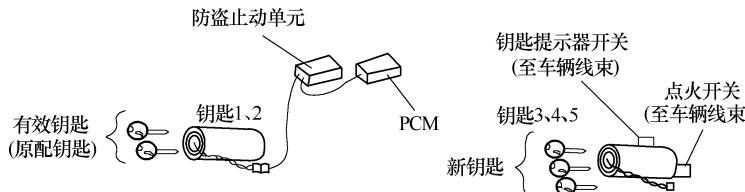

图 2-1 防盗系统图
- 3) 按防盗系统图 2-1 所示，将线圈接头与拆下的转向锁连接。